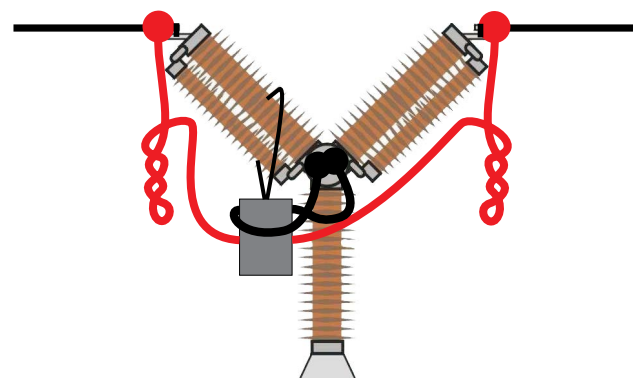

Abb. 4.2.2 Durch Verdrillen der Stromkabel lassen sich Störungen eindämmen, indem das durch Kabelschleifen und Unterbrecher erzeugte Magnetfeld minimiert wird.
- 4] Durch Verdrillen der Kabel wie auf Abb. 4.2.2 lassen sich Störungen eindämmen, indem das durch Kabelschleifen und Unterbrecher erzeugte Magnetfeld minimiert wird.